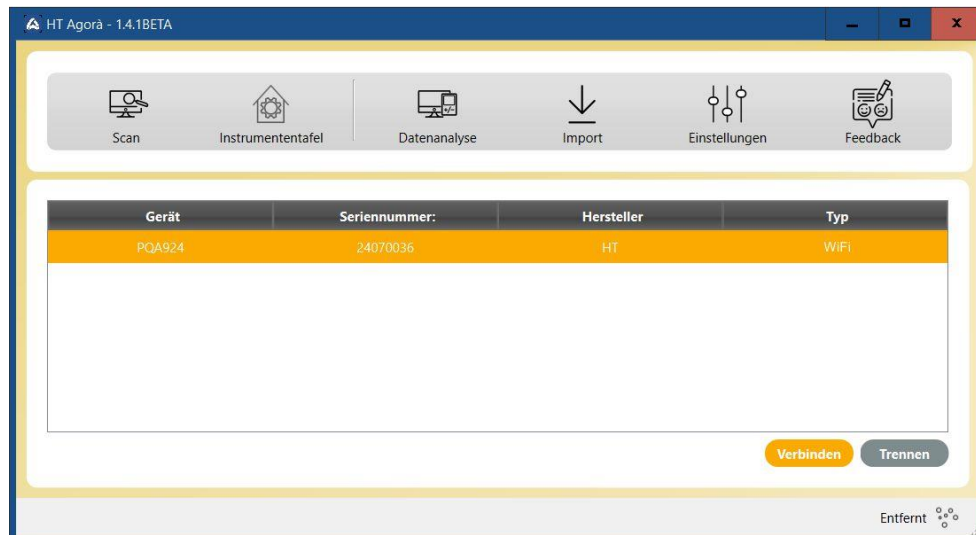

Abb. 85: Anbindung des Instruments an die HTAgorà-Software und WLAN-Anschluss
5. Klicken Sie auf die Schaltfläche „**Scan**“, um das Instrument zu erkennen. Die Zeile „PQA924“ und der Verbindungstyp „WiFi“ wird angezeigt (siehe Abb. 85)